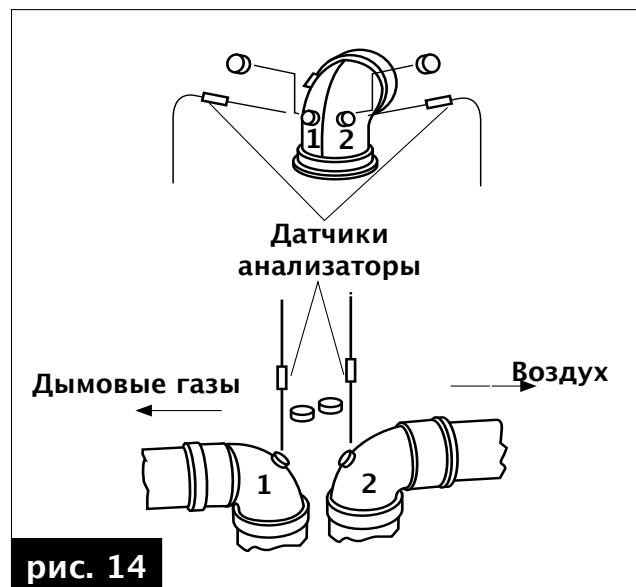

рис. 14
- Измерить температуру воздуха для горения через отверстие 2 (см. рис. 14).
- Измерить температуру отходящих газов и содержание CO_2 через отверстие 1 (см. рис. 14).